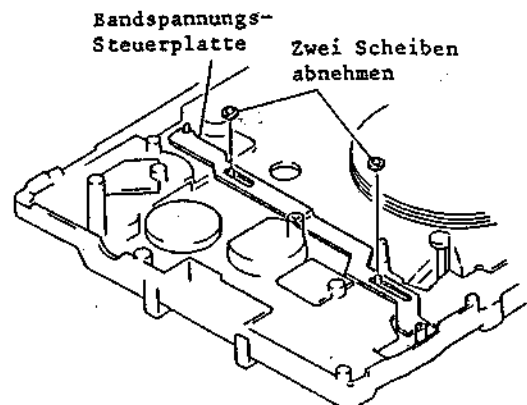

Abb. 2-93 Ausbau der Bandspannungs-Steuerplatte
### 3-41 Ausbau der Bandspannungs-Steuerplatte (Abb. 2-93)
11. Zwei (2) Sicherungsscheiben der Bandspannungs-Steuerplatte entfernen (siehe Abb. 2-93).